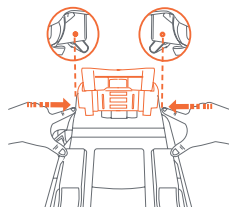

Fig. 59-1
- 1- Presione los botones de liberación del pie de elevación ubicados en el costado de la base (Fig. 59-1).